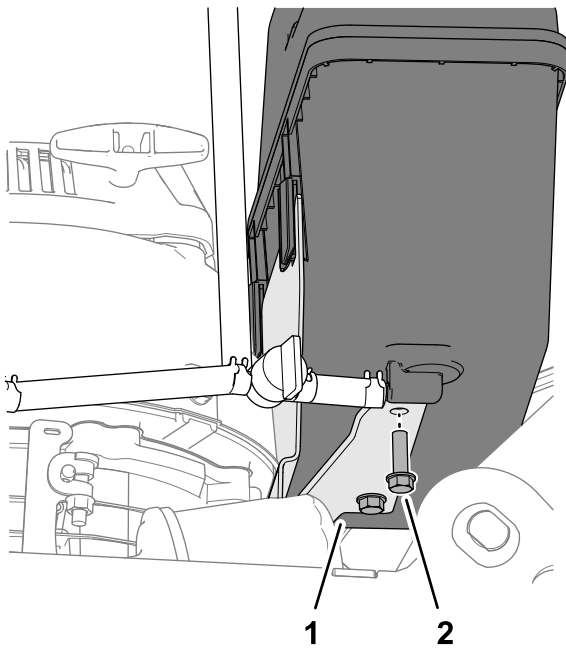

Figura 40
2. Sujete el depósito a la pestaña del soporte de montaje del depósito con los 2 pernos con arandela prensada (Figura 40).